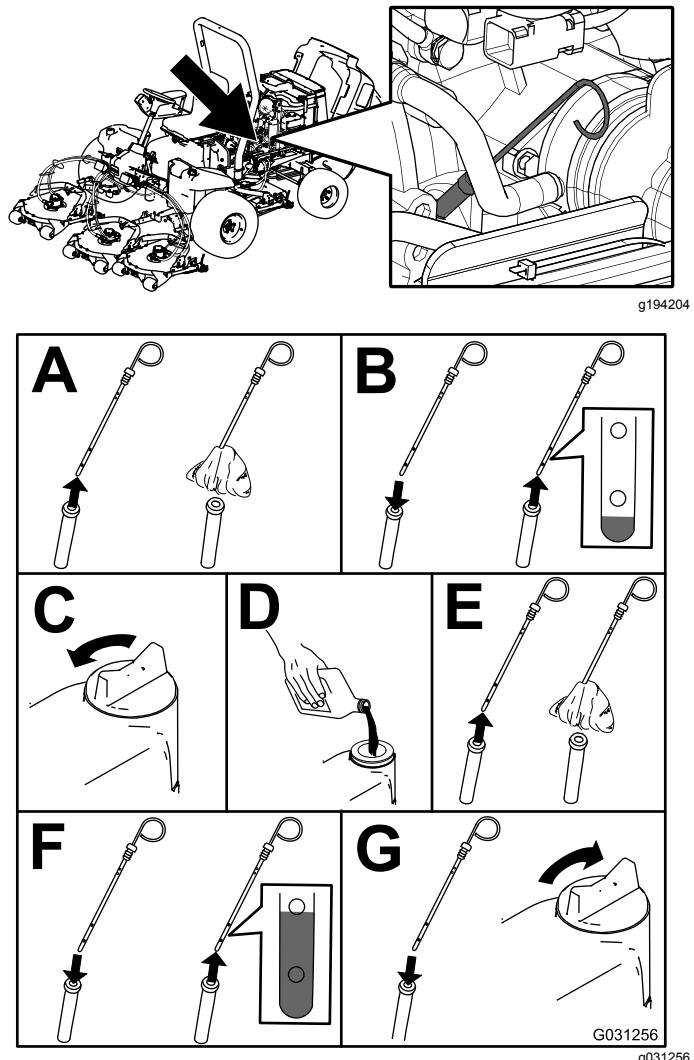

Figura 58
2. Compruebe el nivel de aceite del motor (Figura 58).